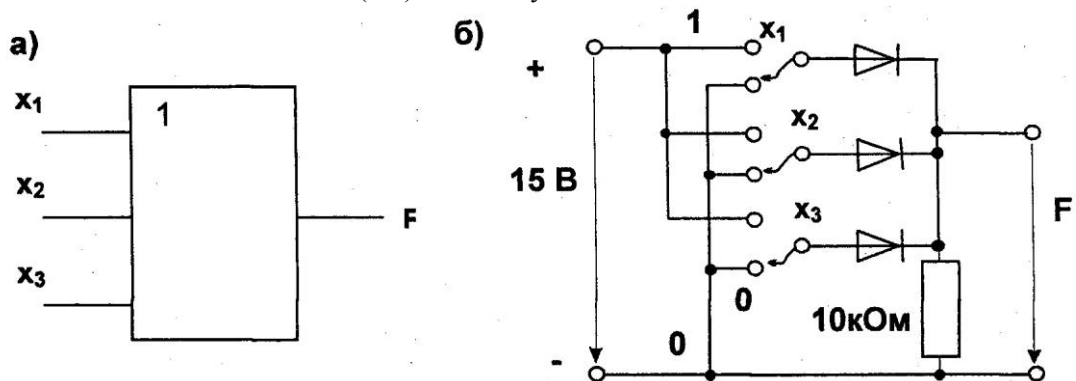

Рис. 8.2.1
- Соберите цепь согласно схеме (рис. 8.2.1б). Подайте последовательно: 0В = сигнал 0, +15 В = сигнал 1, к входам x_1 , x_2 и x_3 , как указано в табл. 8.2.1. Занесите соответствующие значения выходного сигнала (0/1) в таблицу.